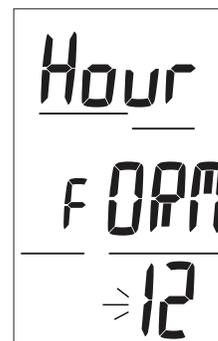

Fig. 38 - RÉGLAGE DU FORMAT DE L'HEURE
**Réglage du format de l'heure** : paramètres affichés (Fig. 38)